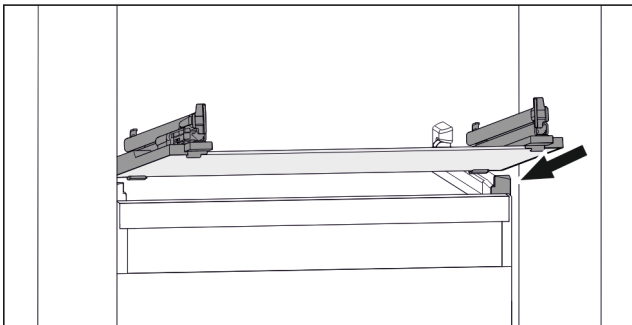

Fig. 154 Beispielhafte Darstellung der Glasplatte
- ▶ Glasplatte schräg hinter den Stopperrn aufsetzen. (siehe Fig. 154)